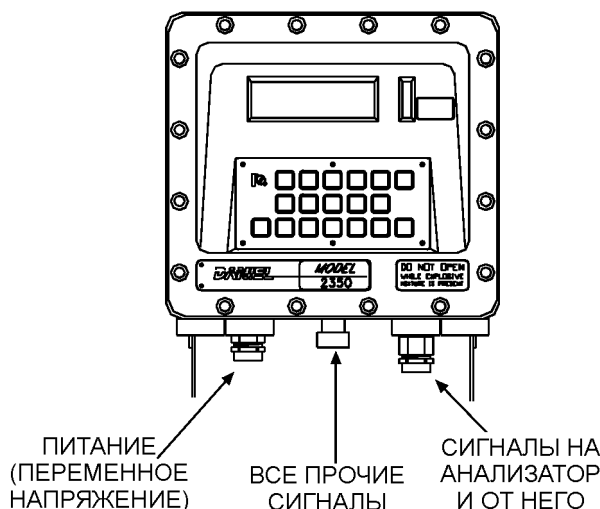

Рисунок 3-8. Отдельные вводы для кабелей контроллера хроматографа
- (1) Отключите (отсоедините кабель) питание и от анализатора и от контроллера хроматографа.
- (2) Проверьте, что соединительный кабель подключен к анализатору в соответствии с указаниями раздела 3.3.1 настоящего руководства.
- (3) Снимите переднюю панель кожуха контроллера хроматографа.
- (4) Найдите клеммную колодку контроллера хроматографа, предназначенную для подключения полевой проводки (ТВ). ТВ закреплена на корзине для печатных плат контроллера и направлена в сторону передней панели. (В контроллере, монтируемом в стойке, ТВ направлена в сторону задней части кожуха.
- (5) Проложите соединительный кабель в корпус прибора. При работе с прибором во взрывобезопасном исполнении обеспечьте выполнение всех необходимых требований (смотри рисунок 3-8).